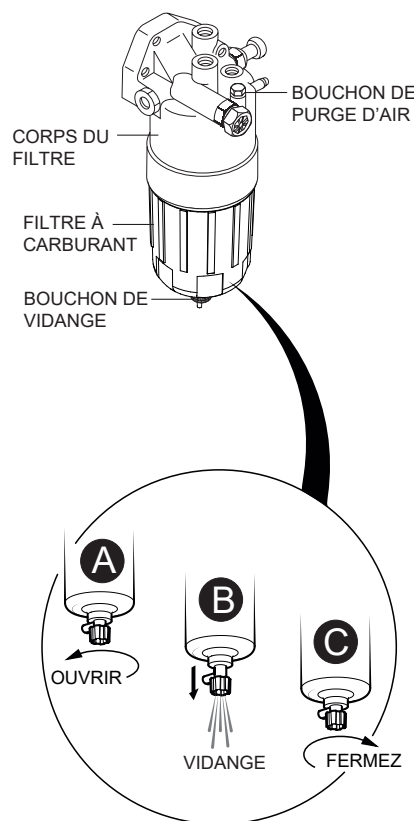

Figure 64. Vidange du filtre à carburant
1. Desserrez le **bouchon de purge d'air** (Figure 64) sur le corps du filtre à carburant.